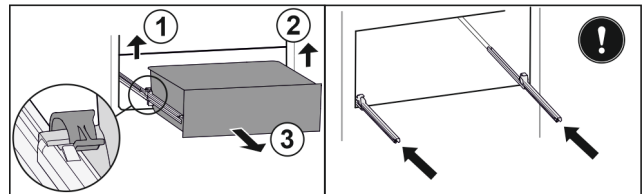

Fig. 41
- ▶ Sollevare il morsetto sinistro e allo stesso tempo tirare in avanti il cassetto sinistro. Fig. 41 (1)
- ▶ Sollevare il morsetto destro e allo stesso tempo tirare in avanti il cassetto destro. Fig. 41 (2)
- ▶ Rimuovere il cassetto tirandolo in avanti. Fig. 41 (3)